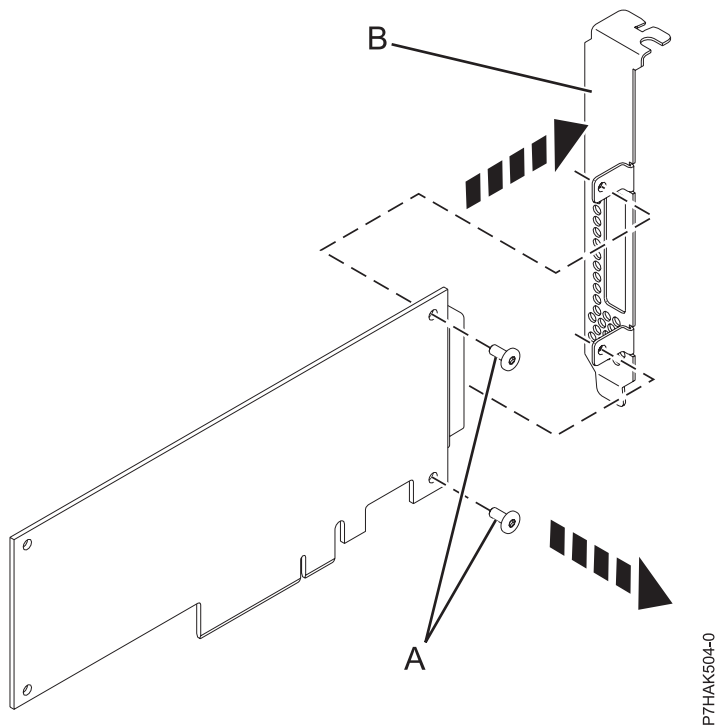

Figura 12. Remover um contraponto de perfil elevado de um novo adaptador PCI
7. Utilizando uma chave de parafusos Phillips, desaperte os dois parafusos de fixação (A) que fixam o contraponto (B) ao novo adaptador PCI, conforme demonstrado em Figura 12 na página 25.